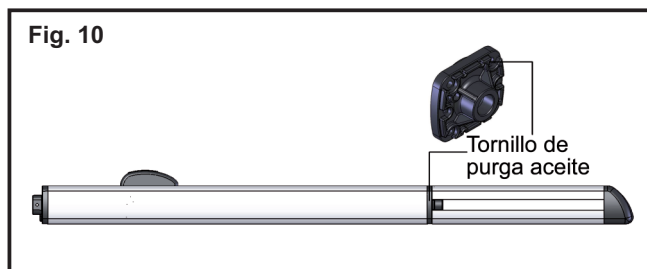

Fig. 10
D) Desbloquee el accionador (fig. 10).
F) Bloquee de nuevo el operador (fig. 10)
- **QUITE EL TORNILLO DE PURGA (FIG. 10)**